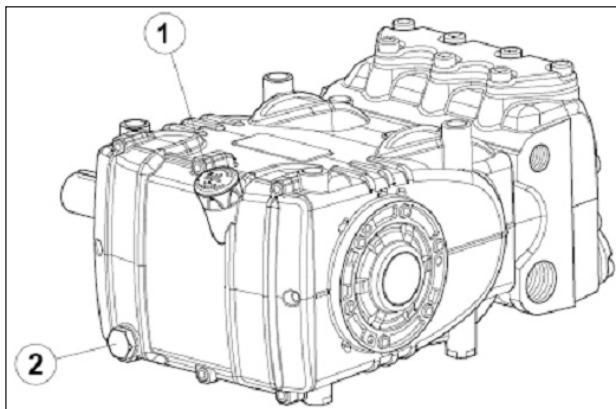

Abb. 1
Zum Ablassen des Öls müssen entfernt werden: der Ölmessstab Pos. ① und anschließend der Verschluss Pos. ②, Abb. 1 nach.